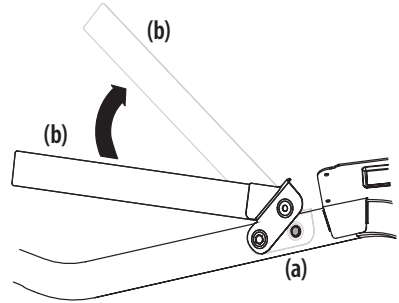

Figura 3
1. Extraiga los dos tornillos arandela hexagonal (a) que están instalados parcialmente en el bastidor. Consulte la Figura 3.
2. Gire el aro superior (b) hasta que quede en su posición. Consulte la Figura 3.